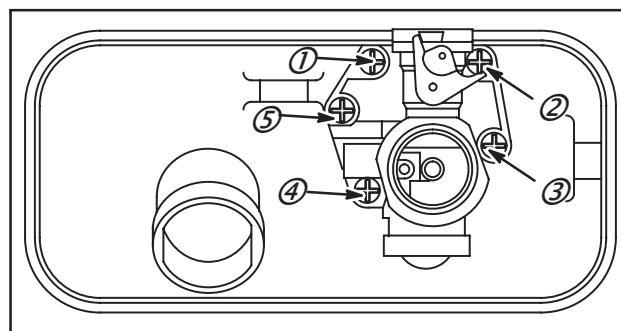

Fig. 9
Ordre de serrage des vis (Fig. 9)
1. Pendant l'entretien de routine et pour s'assurer que la membrane du carburateur Pulsa-Prime soit parfaitement étanche, il est recommandé de serrer les vis de fixation du carburateur dans l'ordre indiqué en Fig. 9. Vérifier en même temps que l'axe du papillon reste en position plein gaz.